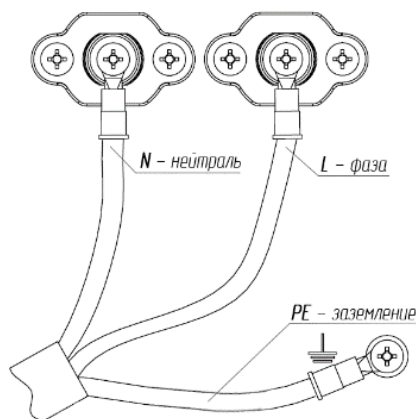

Рис. 2
- 9.1.4 Пробросьте кабель питания, предназначенный для подключения светильника через соединительную муфту (2), направляющую (3), наконечник (5), редуцирующую втулку (6), шайбу (9), втулку резиновую (10), шайбу (11) в крышку корпуса (1) и подключите к клеммам светильника (рис. 2).